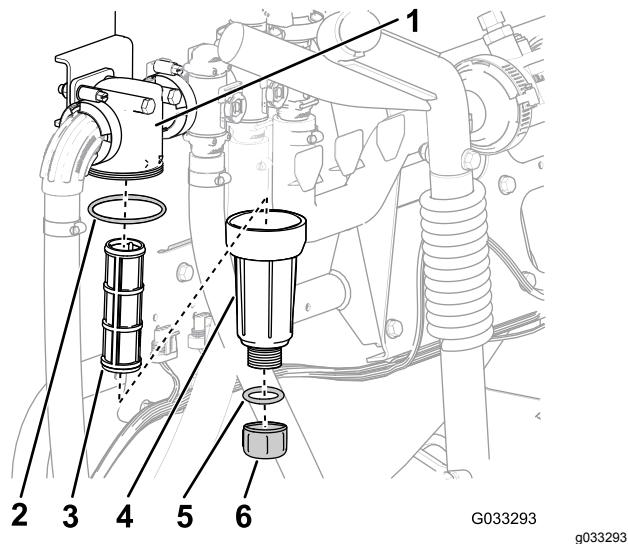

Figure 30
2. Placez un bac de vidange sous le filtre sous pression (Figure 30).
3. Tournez le bouchon de vidange dans le sens antihoraire et déposez-le de la cuvette du filtre sous pression (Figure 30).
4. Tournez la cuvette dans le sens antihoraire et déposez la tête du filtre (Figure 30).
5. Retirez l'élément du filtre sous pression (Figure 30).
7. Contrôlez l'état et l'usure du joint du bouchon de vidange (à l'intérieur de la cuvette) et du joint de la cuvette (à l'intérieur de la tête du filtre) (Figure 30).
8. Montez l'élément filtrant dans la tête du filtre sous pression (Figure 30).
9. Vissez la cuvette sur la tête du filtre et serrez-la à la main (Figure 30).
10. Vissez le bouchon de vidange sur le raccord au fond de la cuvette et serrez-le à la main (Figure 30).